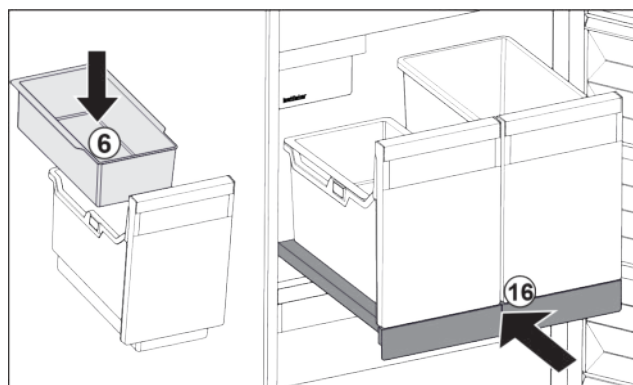

Fig. 111
- Einhängeschale Fig. 111 (6) für Eiswürfel einsetzen.
- Auszugsbord mit Behälter (IceTower) einschieben. Fig. 111 (16)